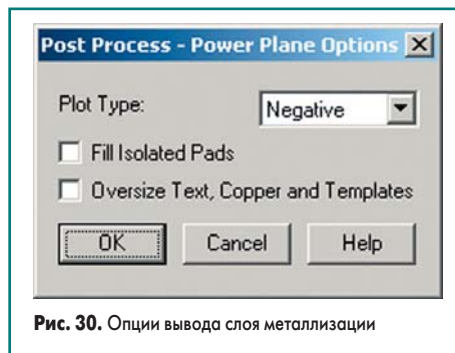

Рис. 30. Опции вывода слоя металлизации
- Сейчас будет полезно вернуться немного назад и более подробно рассмотреть настройки в окне Post Process – Power Plane Options, показанном на рис. 30.